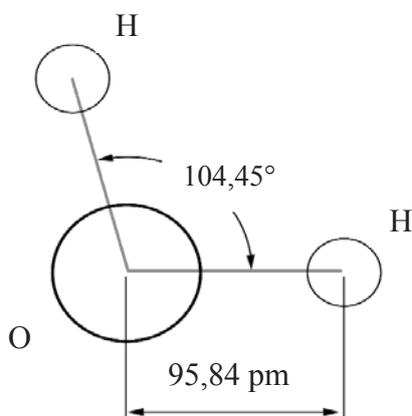

Figure 4 - Molécule d'eau
- Q22.** L'étude expérimentale permet de constater que la molécule d'eau est plane, coudée, (représentation **figure 4**) faisant un angle de $104,45^\circ$ avec une distance entre oxygène et hydrogène qui vaut $95,84 \text{ pm}$.